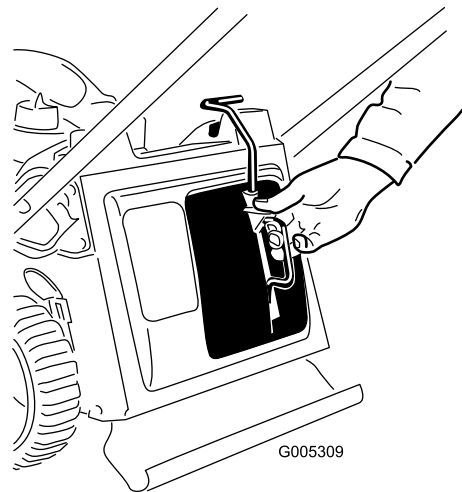
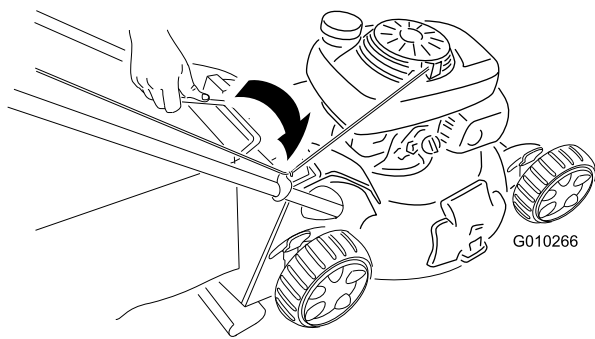

Bild 19
Bild 20
1. Setzen Sie den Mulchverschluss (Bild 19) oder den Fangkorb (Bild 20) an der Maschine ein.
3. Ziehen Sie das Handrad des oberen Bügels fest (Bild 19).